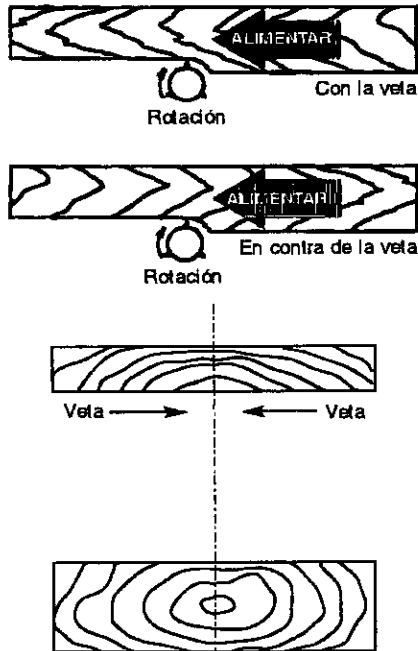

Figura 8 – Dirección de la veta
- Introduzca la pieza a lo largo de la veta. Si se introduce la madera en contra de la veta se producen bordes picados y astillados. En algunos casos la veta cambia de dirección a mitad de la longitud de la tabla. Si es posible, corte la tabla antes de cepillarla (véase la Figura 8).